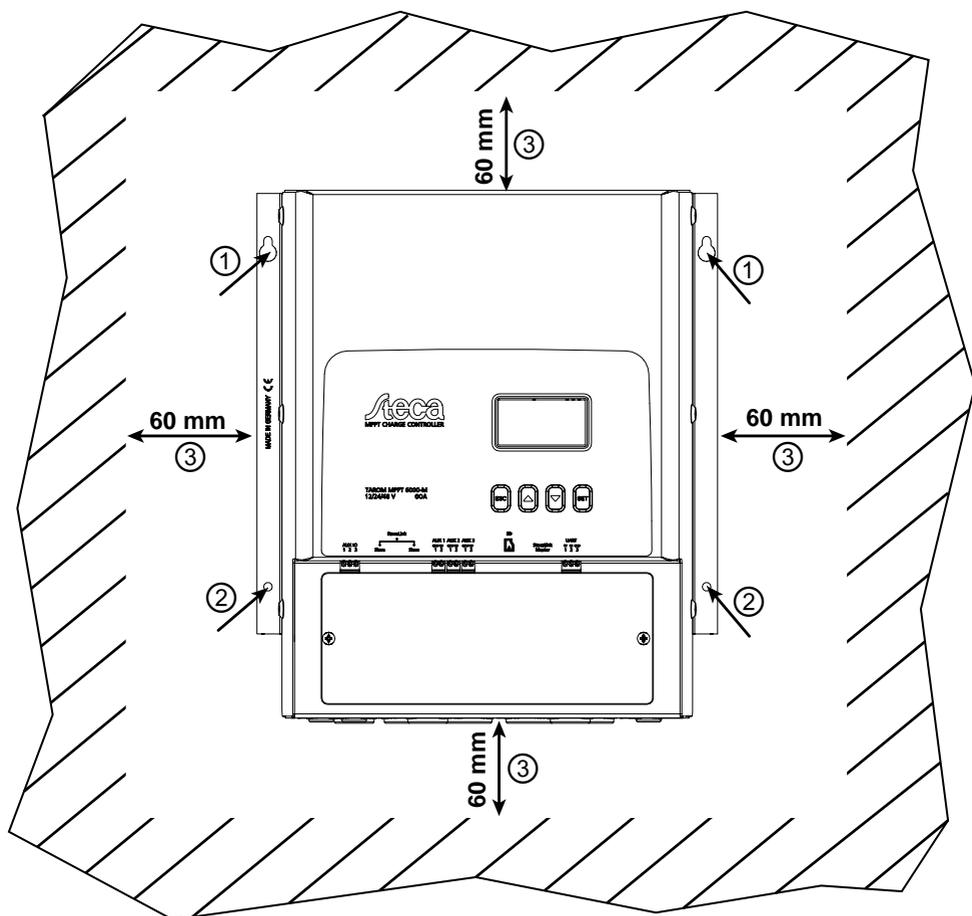

Fig. 5: Aperturas de fijación ①/② y espacios libres ③
- Alrededor del regulador existe un espacio libre de como mínimo 60 mm (③ en Fig. 5).
- No perforar a través de las aperturas de fijación ①/② (Fig. 5).
2. ➤ Colocar el regulador horizontalmente sobre la superficie de montaje y marcar los orificios de montaje a través de las aperturas de fijación ①/② en Fig. 5.